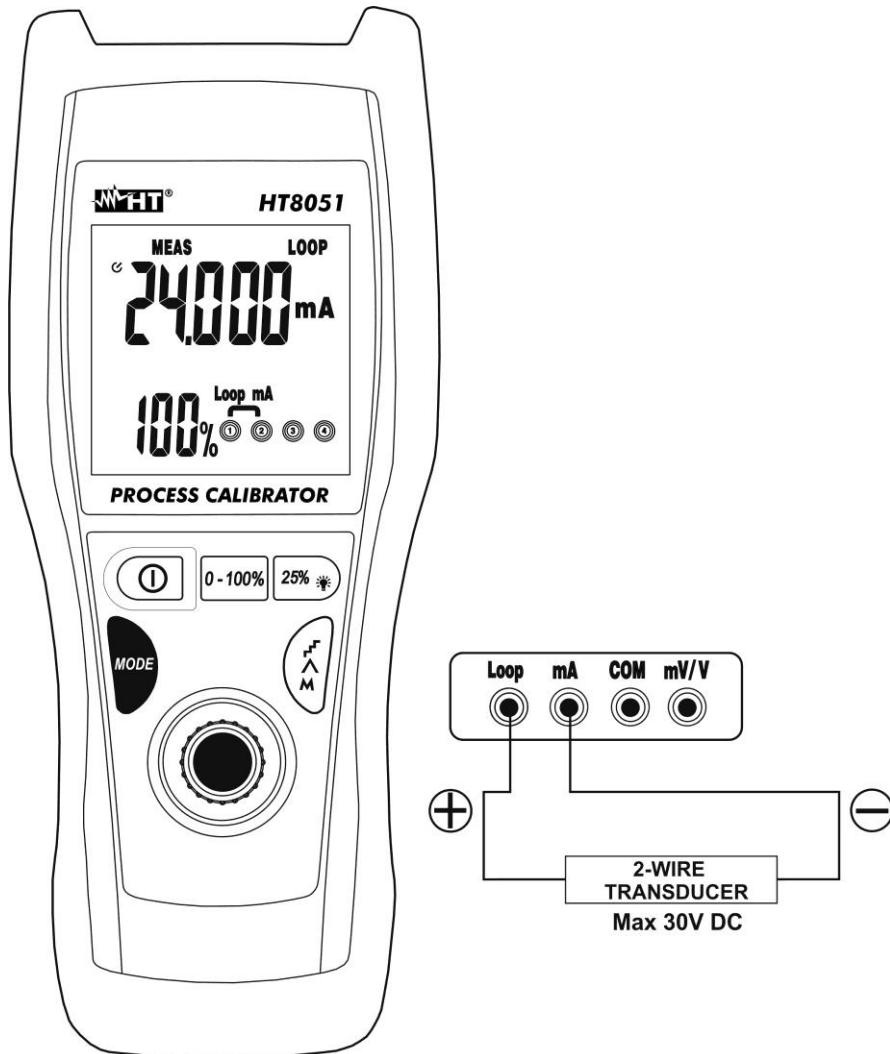

Fig. 7: Medida de corriente CC en salida de transductores externos (Loop)
4. Conecte la punta verde y la punta negra al transductor externo respetando la polaridad y el sentido de la corriente (vea la Fig. 7)
6. El mensaje "-OL-" indica que la corriente en examen excede el valor máximo medible por el instrumento. Para la generación del valor negativo de la tensión gire las puntas de medida en sentido opuesto respecto a la conexión de Fig. 7